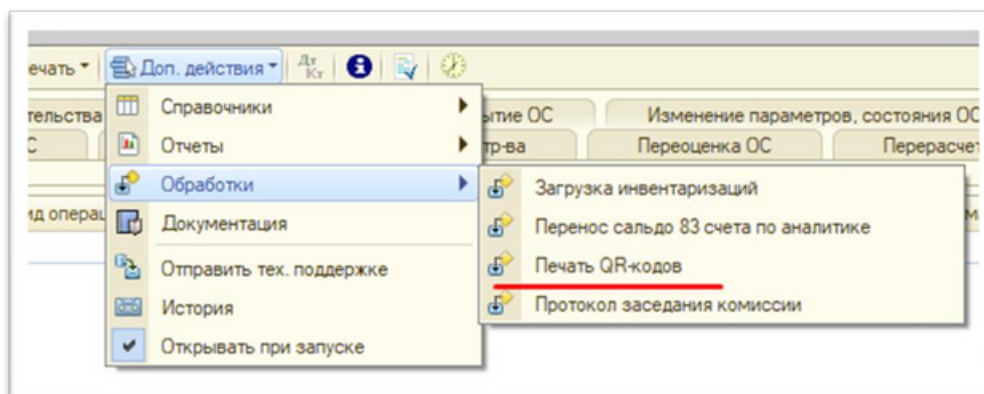

Рис. 7. Печать из меню журнала.
- В журналах документов «Учет ОС» и «Учет материалов в эксплуатации» из меню «Доп. Действия» (Рис. 7)